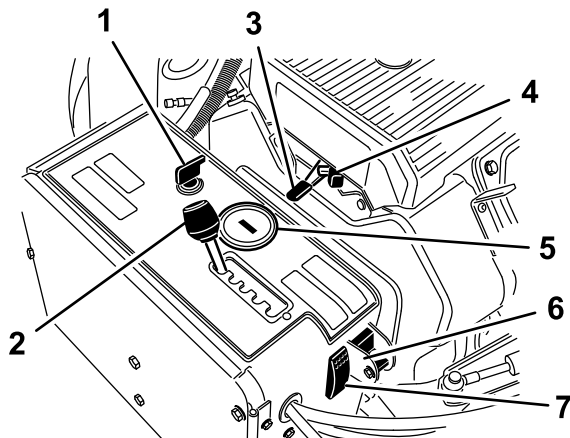

Figura 14
Utilizzate l'interruttore di accensione (Figura 14) per avviare e spegnere il motore. L'interruttore ha 3 posizioni:
Spostate la leva di distanziamento arieggiatura (Figura 14) nel foro relativo alla distanza idonea, o in posizione T per il trasferimento.
Utilizzate la leva dell'acceleratore (Figura 14) per controllare la velocità del motore. Lo spostamento della leva dell'acceleratore in avanti aumenta la velocità del motore (posizione di MASSIMA); la retromarcia riduce la velocità del motore (posizione di MINIMA). La velocità del motore regola la velocità della testa di carotaggio e controlla la velocità al suolo della macchina.
- Quando il motore si spegne, il contaore/tachimetro (Figura 14) visualizza il numero di ore di funzionamento del motore.
Utilizzate lo starter durante l'avviamento del motore a freddo (Figura 14).
Ruotate l'interruttore per abbassarlo e disinserire la funzione TrueCore (Figura 14). Togliete il bullone per accedere al selettore manuale.
In caso di disattivazione della macchina (ad es., esaurimento del carburante), premete l'interruttore di ripristino del sistema (Figura 14) per sollevare la testa di carotaggio.